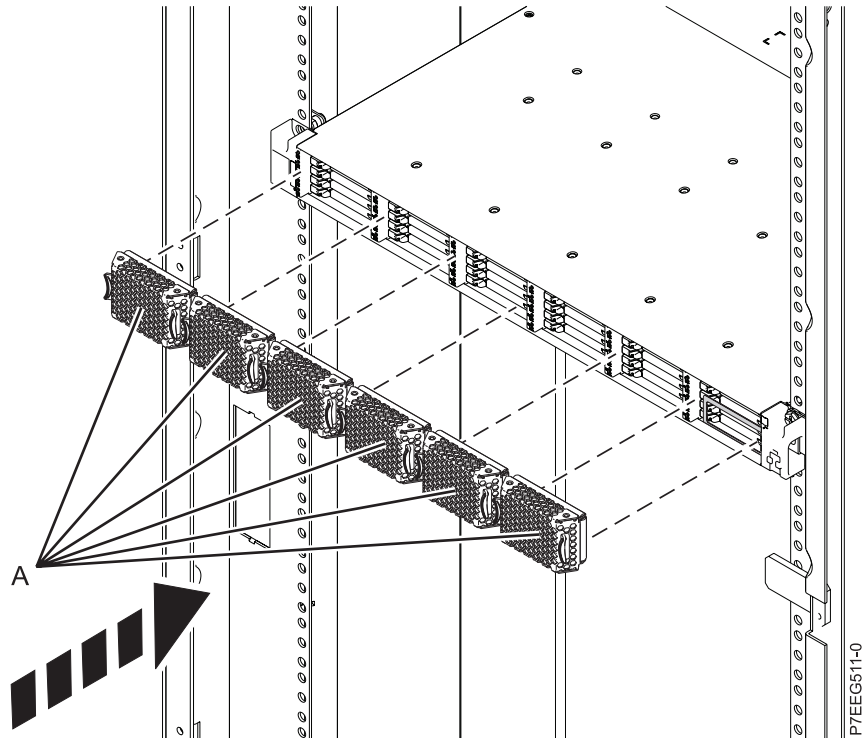

Figure 17. Installation des panneaux EMC SSD
- g. Installez les six panneaux EMC SSD (A) de façon à couvrir les emplacements comportant des unités SSD, comme illustré à la figure 17, à la page 15.